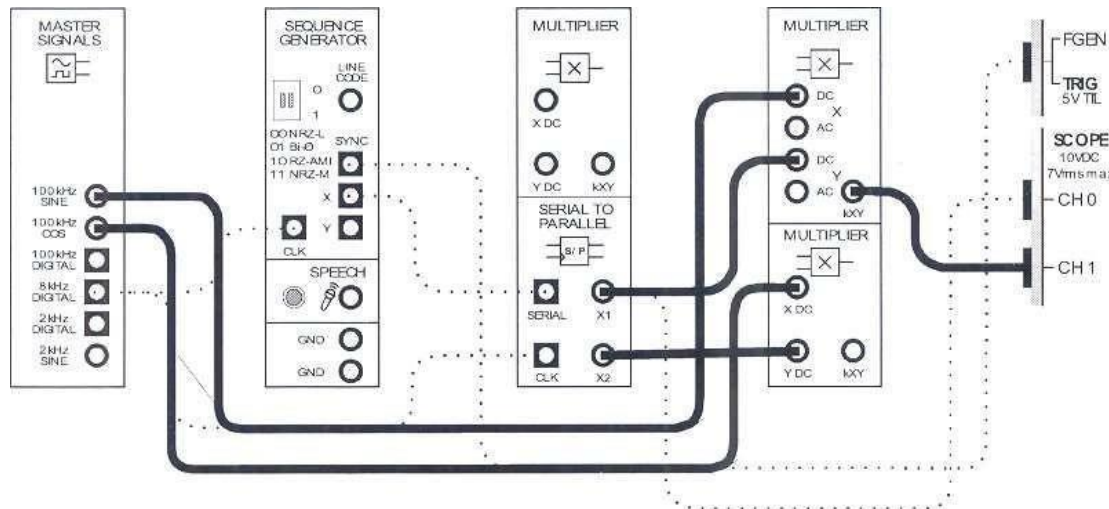

Figura 10.2
4. Modificar la configuración como se muestra en la figura 10.2. Las líneas punteadas muestran los cables ya existentes.